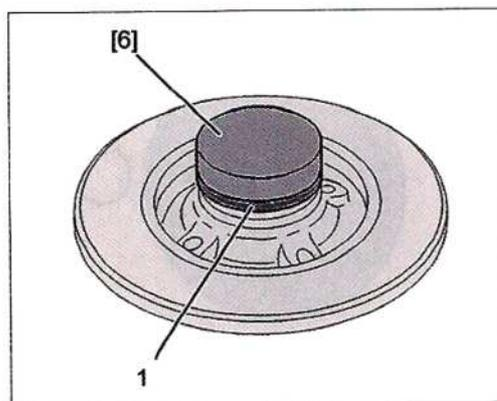

FIG. 52
- Con el útil [6], colocar la corona de antibloqueo (Fig.52).